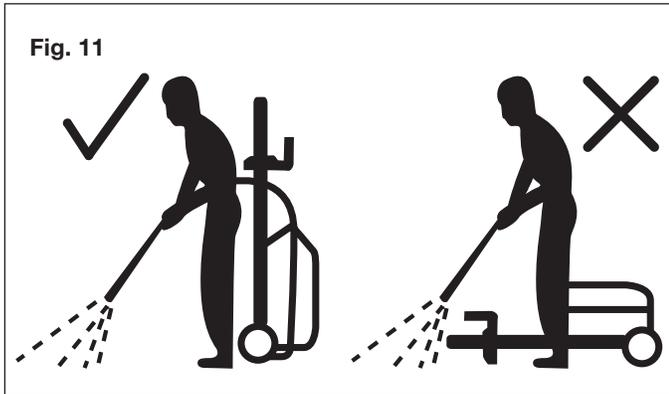

Fig. 11
2. Quand vous l'utilisez, le nettoyeur doit reposer sur un sol stable, en position verticale (Fig. 11).